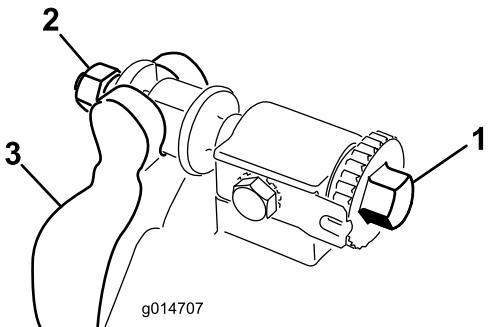

Figura 17
- Rode o parafuso de ajuste da barra de apoio no sentido contrário ao dos ponteiros do relógio, para afastar a lâmina de corte do cilindro (Figura 17).